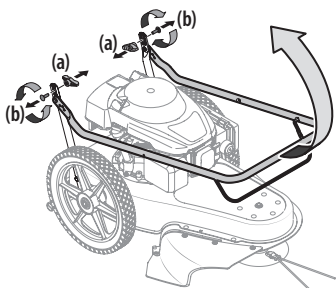

Figure 1
1. Retirez les écrous papillons (a) et les boulons de carrosserie (b) des deux côtés de la partie inférieure du guidon. Voir Figure 1.
2. Relevez la partie supérieure à la position de fonctionnement. Voir Figure 1.